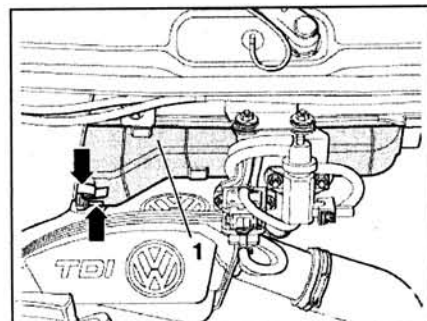

Рис. 1.127. Отсоедините фиксаторы (стрелка). Переместите крышку 1 вправо и снимите ее.
3. Отсоедините фиксаторы (стрелка) (рис. 1.127). Переместите крышку 1 вправо и снимите ее.
6. Установите крышку 1 и переместите ее влево (рис. 1.127). Закрепите фиксаторы (стрелка).